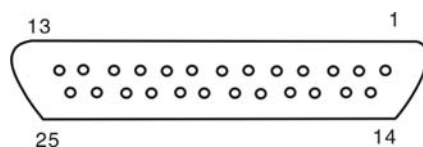

图 5-6 串行接口插座引脚序号
(1) 串行接口是 RS-232，插座为 DB-25 孔型，其插座引脚序号（如图 5-6 所示）。